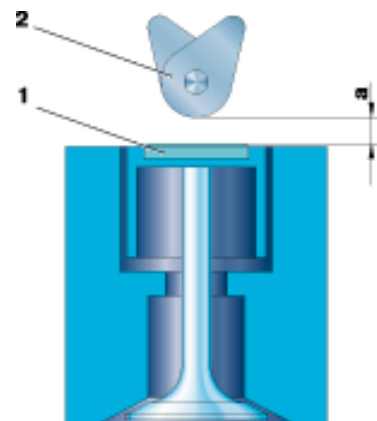

Рис. 2-7. Схема измерения зазора в приводе клапанного механизма двигателя мод. F3R 272: 1 – регулировочная шайба; 2 – кулачок распределительного вала; а – зазор
3. Вращая коленчатый вал (специальным ключом) по часовой стрелке, установить кулачки распределительного вала привода клапанов 1-го цилиндра вершинами вверх (рис. 2-7).